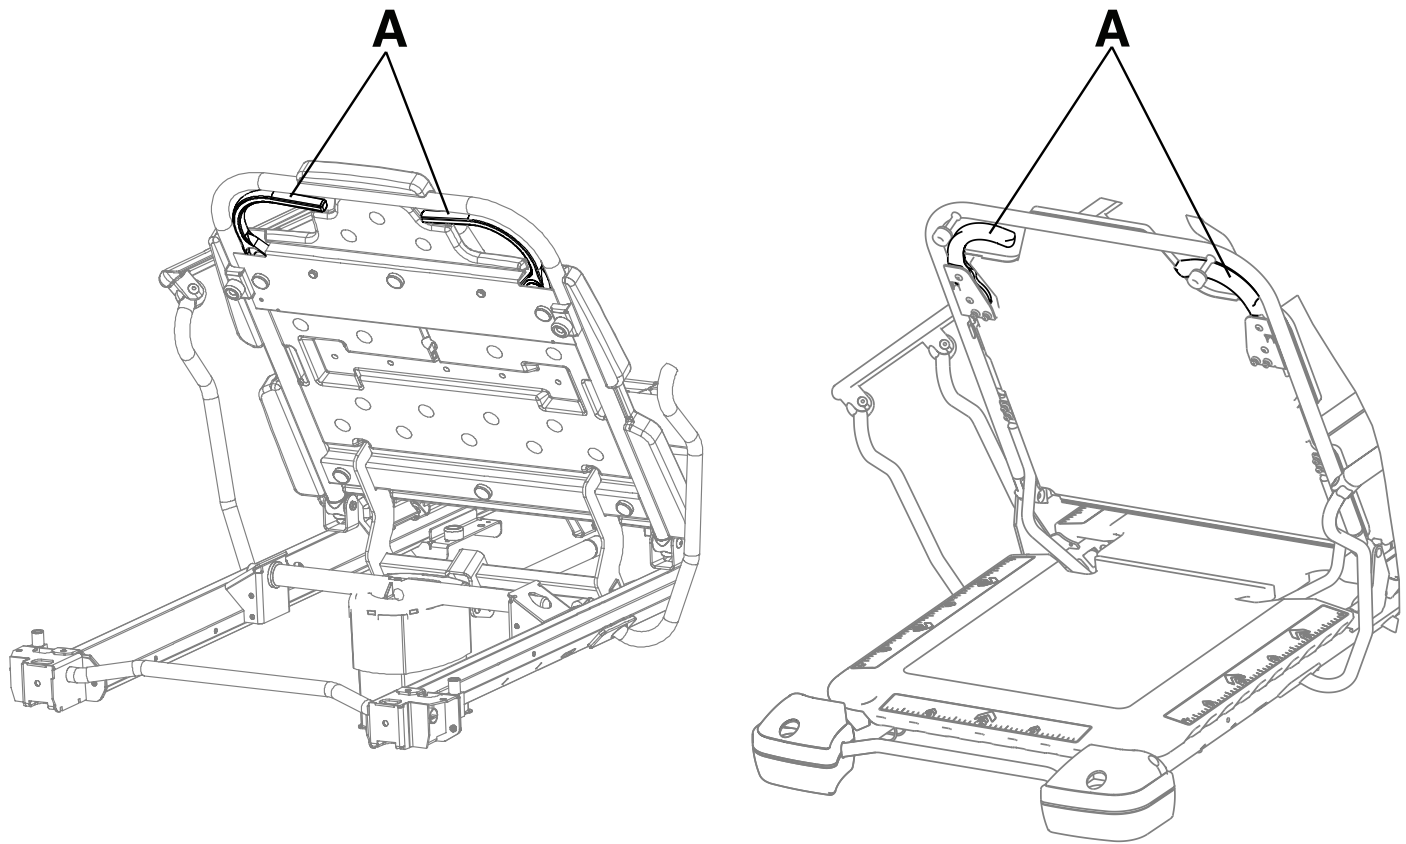

Abbildung 16 – Heben und Senken der Rückenlehne (Fowler) (Prime/Prime X)
Zum Hochfahren der Rückenlehne (Fowler) einen oder beide Freigabegriffe (A) der Rückenlehne (Fowler) drücken und die Rückenlehne (Fowler) nach oben in die gewünschte Position ziehen (0° bis 90°) (Abbildung 16).
Zum Absenken der Rückenlehne (Fowler) einen oder beide Entriegelungsgriffe (A) der Rückenlehne (Fowler) drücken und die Rückenlehne (Fowler) nach unten in die gewünschte Position schieben (90° bis 0°) (Abbildung 16).